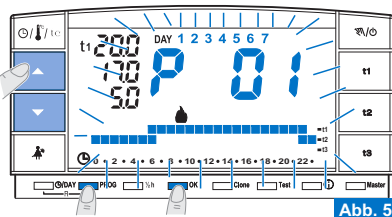

Abb. 5
- Wenn Sie hingegen ein anderes Programm auswählen möchten (Abb. 5), drücken Sie mehrmals die Taste **PROG** (oder die Tasten ▲▼), bis auf dem Display das gewünschte Programm (P02 Winter oder P03 Sommer) erscheint, und drücken Sie dann die **OK**-Taste.